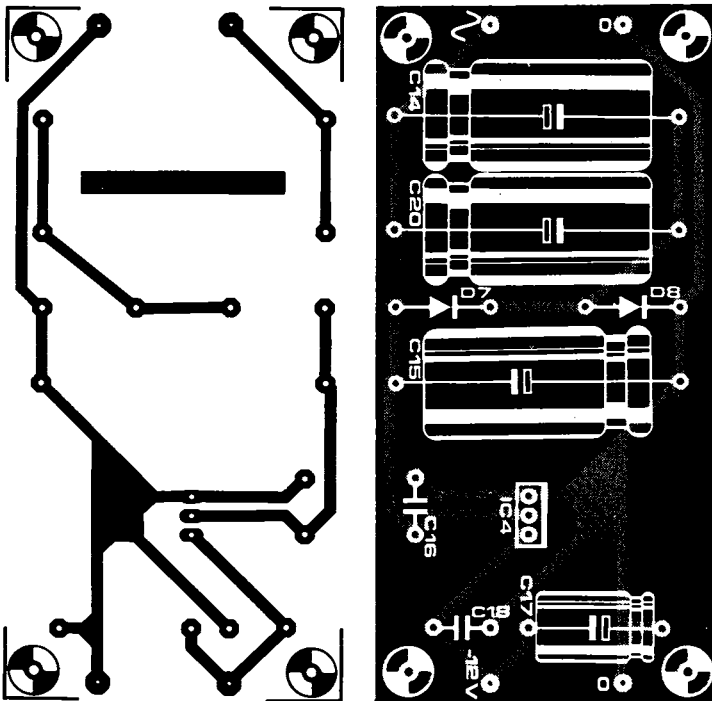

Bild 13. Platine für die –12 V-Speisung; diese Spannung wird für die RS-232-Schnittstelle benötigt.
Bild 10. Schaltung des verstärkten Netzteils für den erweiterten Junior-Computer. Der grau unterlegte Schaltungsteil befindet sich auf der bereits vorhandenen Platine, der gestrichelt umrandete Teil (−12 V-Speisung) wird auf der Platine in Bild 13 untergebracht.
- **Platine –12 V** → Bild 13
Dann folgt die Montage der neuen ICs 1 und 3. Sie werden auf Kühlkörper entsprechend Bild 14b montiert und so eingebaut, daß die IC-Metallflächen in Richtung C2 zeigen. Am besten setzt man die ICs zunächst provisorisch auf die Kühlkörper (IC1 innerhalb der Kühlrippen, siehe Bild 14a) und lötet sie dann so ein, daß die Kühlkörper gerade über den angrenzenden Kondensatoren "schweben". Dabei ist besonders darauf zu achten, daß sich die beiden Kühlkörper nicht berühren. Ist die richtige Position auf der Platine gefunden, dann werden die Kühlflächen der ICs und die Kühlkörper mit Wärmeleitpaste bestrichen und endgültig montiert. Das neue IC2 hat äußerlich die gleiche Gestalt wie das alte, auch die Anschlüsse sind identisch. Da infolge der erhöhten Stromaufnahme des erweiterten Junior-Computers mehr Wärme entsteht, muß IC2 auf einen größeren Kühlkörper (siehe Bild 14a) gesetzt werden. Der Kühlkörper kann zum Beispiel an die Rückwand des Gehäuses geschraubt werden, wobei die Rippen senkrecht stehen müssen. Damit die Luft ungehindert zirkuliert, darf die Unterkante des Kühlkörpers nicht auf dem Gehäuseboden aufliegen. Einige Löcher im Gehäuseboden unter dem Kühlkörper und an der Oberkante der Rückwand erleichtern die Wärmeabfuhr erheblich. Das Gehäuse muß dazu allerdings auf Füßen stehen. IC2 kann ohne Isolierscheibe auf den Kühlkörper geschraubt werden, da sein Gehäuse gleichzeitig der Masseanschluß ist. Damit liegt dann aber auch das (metallene) Gehäuse an Masse, so daß leitfähige Anstandsrollchen für die Platinen eventuell Kurzschlüsse mit benachbarten Leiterbahnen verursachen können. Die Bestückung der zusätzlichen -12 V-Netzteilplatine dürfte nach der Feinarbeit auf der Basisplatine keine Schwierigkeiten bereiten. Bild 13 zeigt diese Platine und die zugehörige Bestückung. IC4 wird auf einen Kühlkörper montiert, der vom gleichen Typ wie der Kühlkörper von IC1 und IC3 ist.